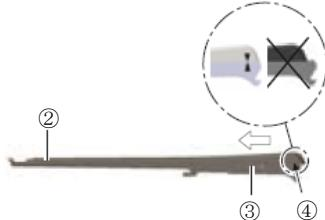

図 3
- (2) ボールスラスト④が正しい位置になるまでスライド部②を矢印の方向へ動かす（図 3）。刻印コード（4 枚）が同じスライド部②とメイン部③が対になって組み立てられている事を確認する。